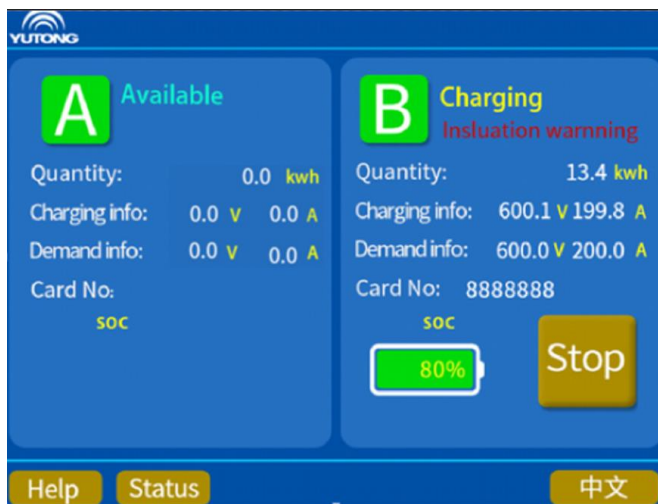

Figure 12 Interface d'alarme
1) L'interface de l'alarme de charge est illustrée à la Figure 12.